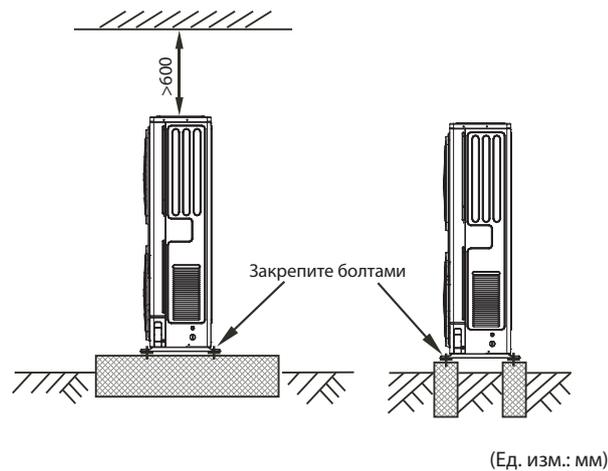

Рисунок 4-6
- Подготовьте бетонное основание в соответствии с характеристиками наружного блока (см. Рисунок 4-6)
- Надежно закрепите болтами опоры блока, чтобы предотвратить его падение в случае землетрясения или сильного ветра. (См. Рисунок 4-6)